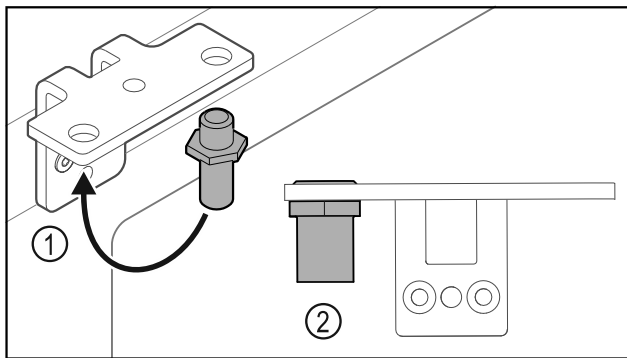

Fig. 32
- ▶ Flytta bulten Fig. 32 (1) i gångjärnsfästet.
- ▶ Dra åt bulten Fig. 32 (2) med ett **vridmoment på 12 Nm**.